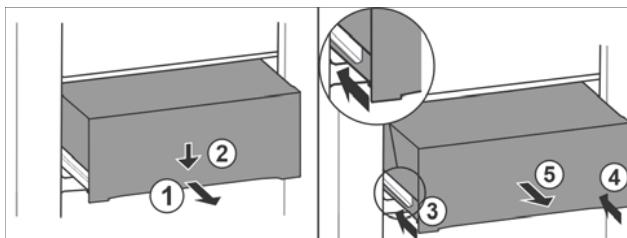

Fig. 112
- Вытяните выдвижной ящик наполовину. Fig. 112 (1)
- Вдавите выдвижной ящик в передней части вниз. Fig. 112 (2)
- Задвиньте левую направляющую прим. на 2 см. Fig. 112 (3)
- Задвиньте правую направляющую прим. на 2 см. Fig. 112 (4)
- Извлеките выдвижной ящик движением вперед. Fig. 112 (5)